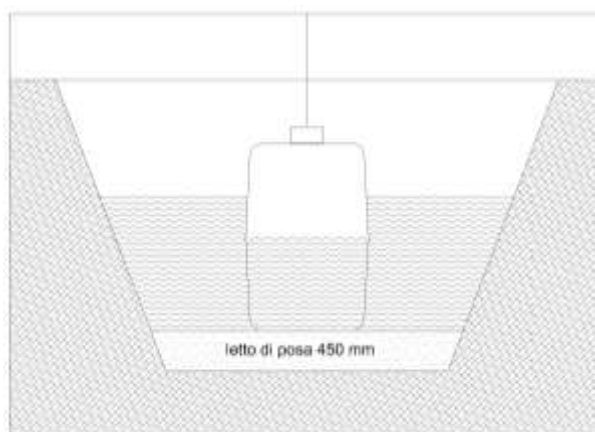

Figura 4-11 SCAVO BAGNATO
- Aggiungere poi ulteriore zavorra per affondare ulteriormente il manufatto (Figura 4-11);